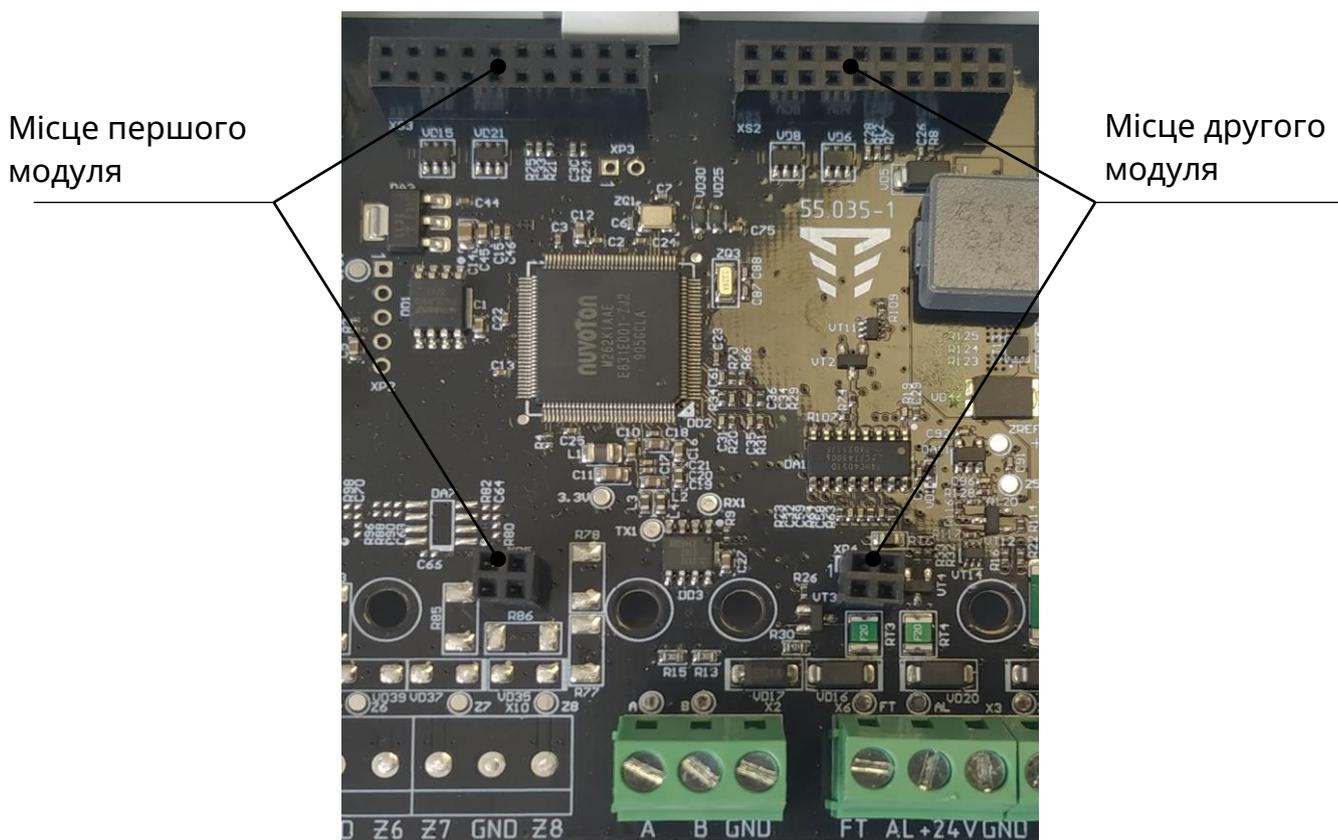

Рисунок 5.6 – Місце встановлення додаткових модулів на БМК
5.3.10.1 Безпосередньо на плату БМК за потреби встановлюють модулі: M-OUT2R (два реле) або M-2G, M-LTE, M-WiFi, M-NET+ (комунікатори). Для цього призначені два місця: MODULE1 (XS3, XP5) та MODULE2 (XS2, XP4) (рис. 5.6). Щоб забезпечити додаткове кріплення модулів, для кожного з них необхідно встановити 2 пластмасові тримачі в отвори на платі БМК (тримачі входять в комплекти модулів).